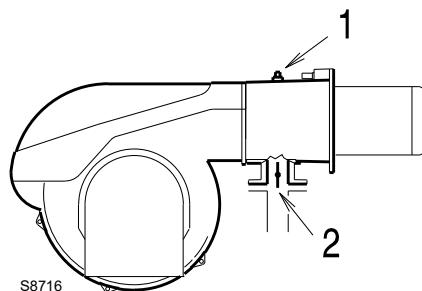

Рис. 23
Давление газа, измеренное на штуцере 1)(Рис. 23), с:
Потеря нагрузки дроссельного газового клапана 2)(Рис. 23) при максимальном открытии: 90°.
- Отнимите от давления газа на штуцере 1)(Рис. 23) давление в камере сгорания.
Давление газа на штуцере 1) (Рис. 23) = 17,0 мбар
Чтобы узнать давление газа, необходимое на штуцере 1)(Рис. 23) при работе горелки на заданной максимальной мощности модуляции:
- Посмотрите справа в столбце 1 давление на штуцере 1)(Рис. 23).
необходимое давление на штуцере 1)(Рис. 23).